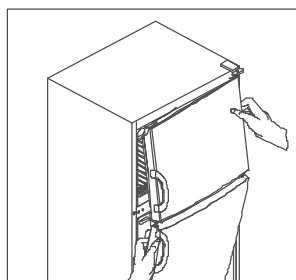

Fig. 2
2. Rimuovere la porta del frigorifero e del freezer dal telaio, tirando verso di sé, insieme alla cerniera centrale. (Fig. 2)